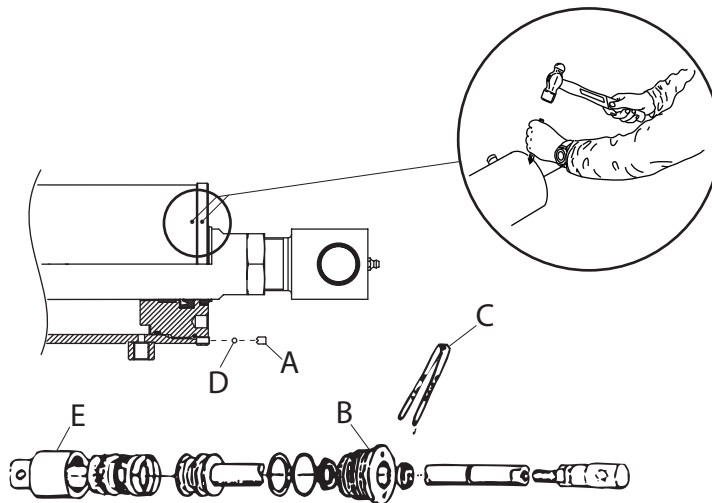

Рис. 4.12
- 1 Сделайте отметки на трубе цилиндра и направляющей штока поршня, чтобы обеспечить то же самое положение при сборке, см. “Рис. 4.12”.
- 2 Полностью отпустите винт (А) М6х8 и обеспечьте сохранность стального шарика (D), выполняющего функцию вращающегося фиксатора.